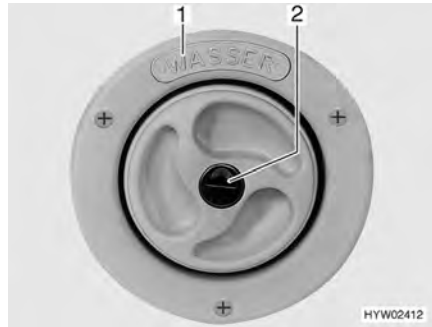
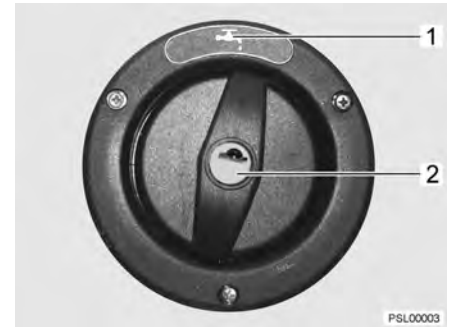

Bild 38 Lock för påfyllningsöppningen för dricksvatten
Bild 39 Lock för påfyllningsöppningen för dricksvatten (alternativ)
- ▷ Påfyllningsöppningen för dricksvatten är märkt med texten "WASSER" (vatten) (Bild 38,1) eller med symbolen  (Bild 39,1).
- Stick in nyckeln i låscylindern (Bild 38,2 resp. Bild 39,2) och vrid moturs.